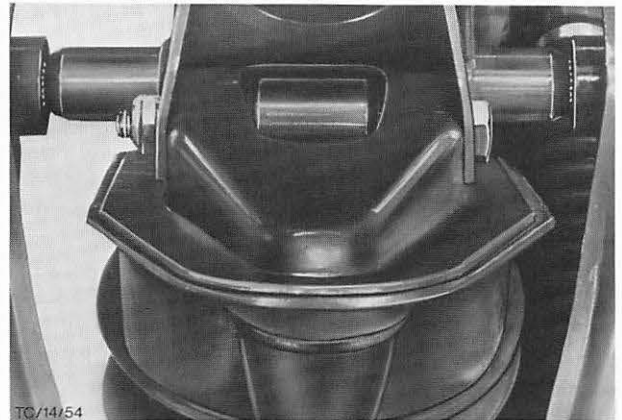

Abb. 52 Obere Befestigung – Stoßdämpfer
4. Obere Befestigungsschraube des Stoßdämpfers entfernen. Abb. 52.